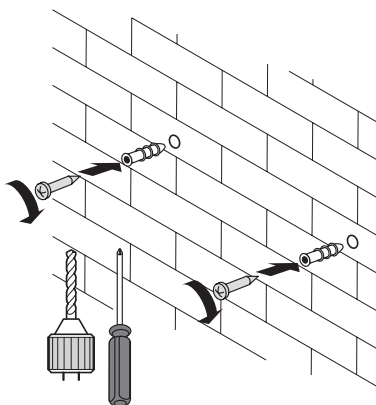

Рис. 3
- Прикрепите вытяжку при помощи шурупов с дюбелями из монтажного комплекта задней поверхностью к стене (Рис. 3) или верхней поверхностью к шкафу. Соедините воздуховод с адаптером вытяжки (Рис. 4). Выведите другой конец воздуховода в вентиляционную шахту. Убедитесь в отсутствии щелей в соединениях.